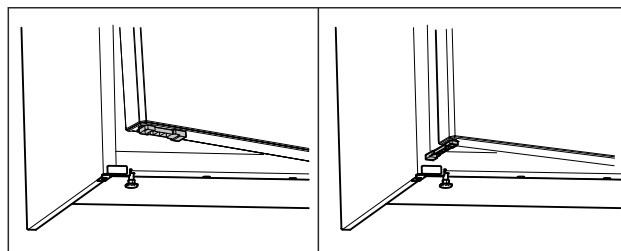

Fig. 68 *
- ▶ Завъртете ограничителя за отваряне на вратата на 90°. (виж Fig. 68) *